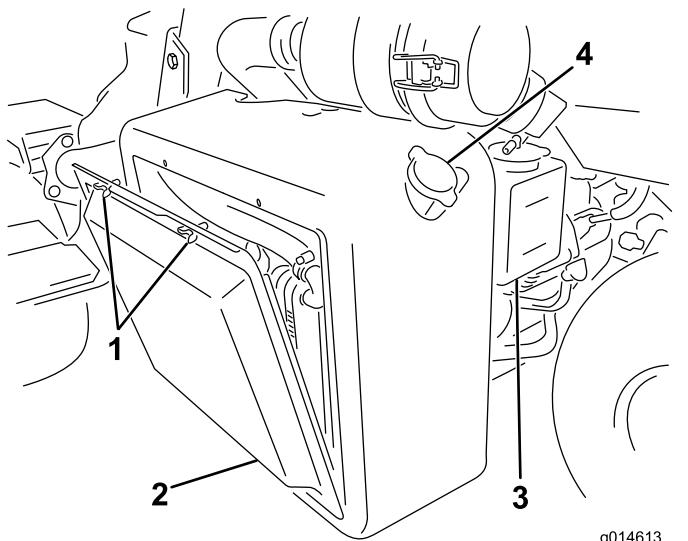

Figura 50
- Retire o painel do radiador (Figura 50).